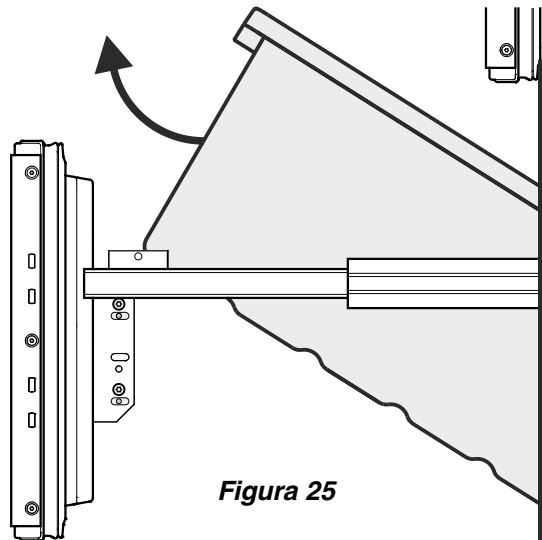

Figura 25
- Incline el recipiente y retírelo - **Figura 25**.